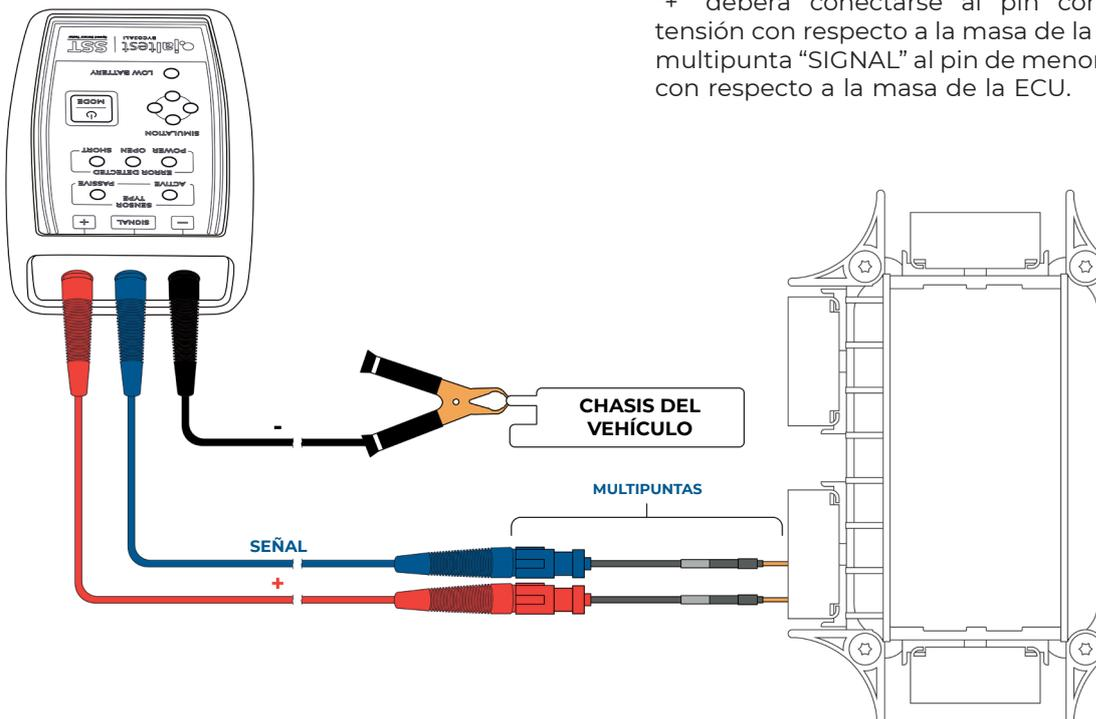

**FIGURA 4**
- 1 Desconectar el sensor de velocidad del vehículo y conectar en su lugar el dispositivo Jaltest SST mediante el kit de cables multipuntas según la FIGURA 4 del apartado diagramas de conexión (es posible conectar las multipuntas a la ECU o a un conector intermedio).
- 2 Encender el dispositivo y entrar en el modo Simulación Sensor Pasivo interactuando con el botón de selección de modo (I) de acuerdo a las pulsaciones descritas en la tabla de funciones de la pág. 6. Deben encontrarse encendidos los leds de Simulación y de Sensor Pasivo, así como de los errores que pueden aparecer.
- En caso de que no se consiga leer velocidad con las conexiones de la FIGURA 4 del apartado diagramas de conexión, probar a invertir las conexiones + y SIGNAL. Si aún no se consigue, utilizar conexiones de la FIGURA 5 (conexión a masa). En un último caso, invertir las conexiones + y signal.